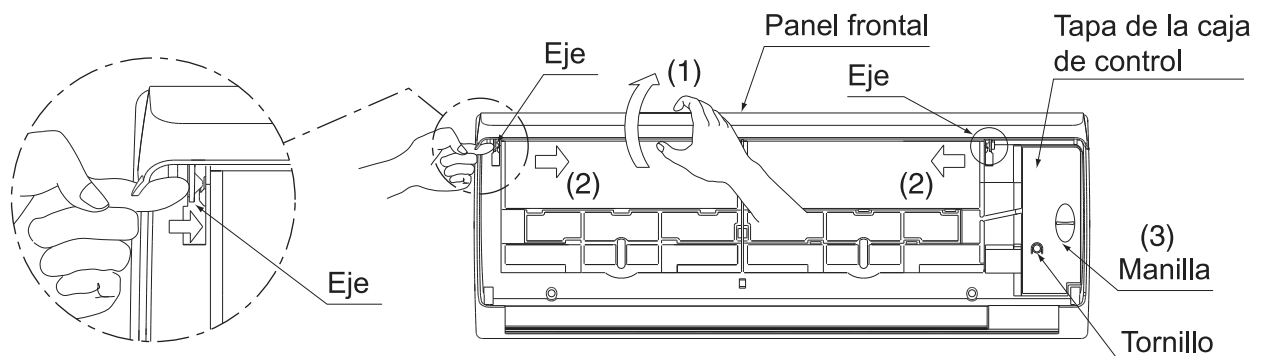

Fig. 6
(1) Retire el panel frontal y la tapa de la caja de control. (Refiérase a la Fig. 6)